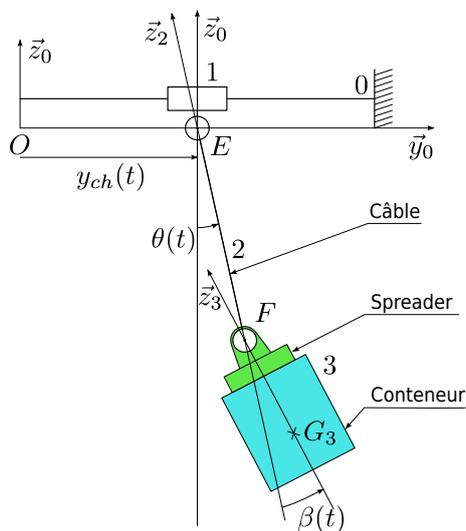

FIGURE 3 – Modélisation du mouvement du centre de gravité du conteneur.
La figure 3 propose un paramétrage pour l'étude du mouvement du conteneur au cours du transfert vers le quai. La variable  $y_{ch}(t)$  paramètre le mouvement du chariot (1), tandis que les angles  $\theta(t)$  et  $\beta(t)$  paramètrent le mouvement de balancement du câble (2) et du conteneur (3). Les longueurs  $EF$  et  $FG_3$  sont respectivement notées  $L = 60\text{ m}$  et  $h = 3\text{ m}$  et les rotations sont portées par  $\vec{x}_0$ .